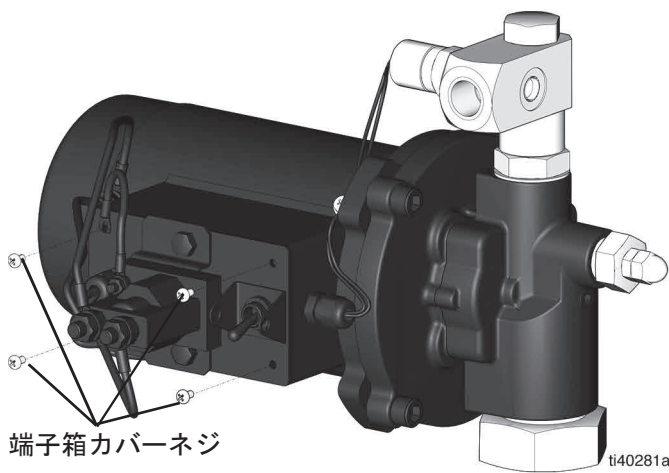

図 11
5. 端子箱カバーのネジ 4 本を取り外します（図 11）。